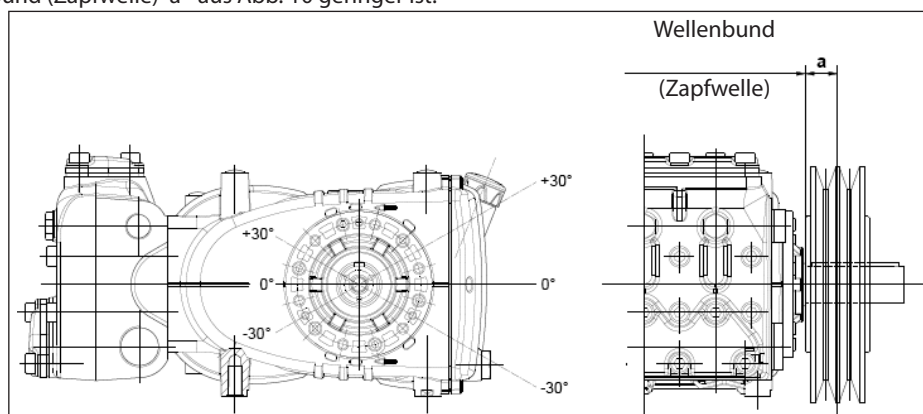

Abb. 10
Die radiale Belastung der Welle darf 3000 N (für die Definition der Anordnung erforderlicher Wert) nicht übersteigen. Der Antrieb gilt als richtig bemessen, wenn die Belastung bei einem maximalen Abstand $a=30 \text{ mm}$ vom Wellenbund (Zapfwelle) angewandt wird, siehe Abb. 10.
- b) Verwenden Sie Hochleistungsriemen - zum Beispiel **XPB** statt **SPB** - da hierbei weniger Riemen bei gleicher Leistungsübertragung benötigt werden und der Abstand zum Wellenbund (Zapfwelle) "a" aus Abb. 10 geringer ist.